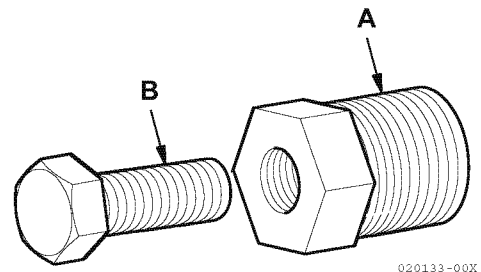

Figure 9
2. Placez l'extracteur (A, **Figure 9**) dans l'impulseur.
3. Tournez la vis de calage (B, **Figure 9**) dans le sens des aiguilles d'une montre pour retirer l'impulseur du boîtier de pompe.